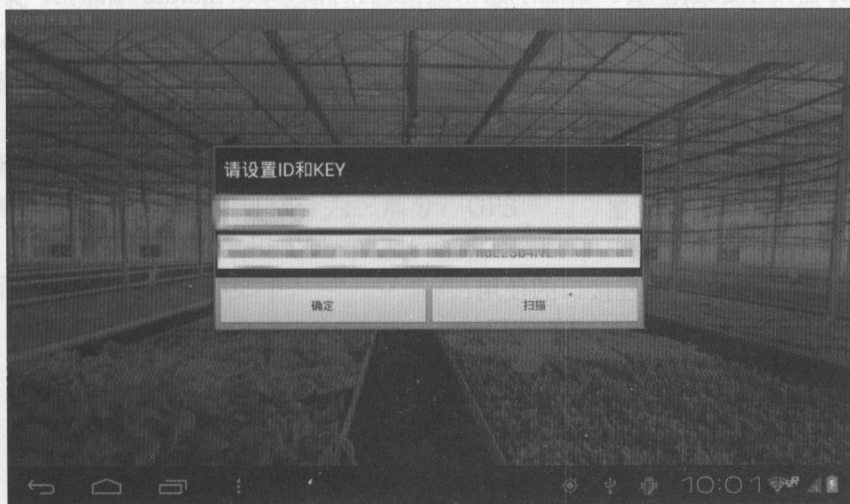

图 3.35 ID/KEY 设置
(5) 单击设备的 Menu 按键（若没有物理 Menu 键，可单击底部的菜单按钮（三个点）），会弹出选项菜单，单击设置菜单项进入 ID/KEY 的设置，如图 3.35 所示。可以使用二维码扫描来快速获取 ID/KEY，若更改了 ID/KEY，程序会进行重连。